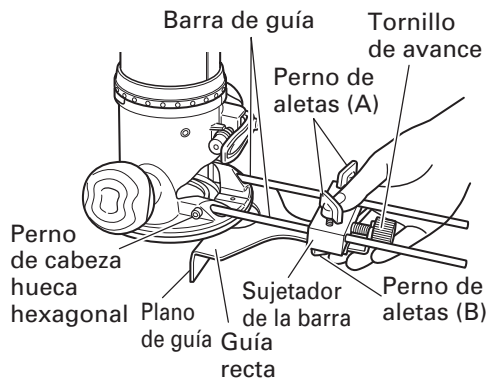

Fig. 13
① Inserte la barra de guía en el orificio del sujetador de la barra y, a continuación, apriete ligeramente los 2 pernos de aletas (A) de la parte superior de dicho sujetador.
② Inserte la barra de guía en el orificio de la base y, a continuación, apriete firmemente los 2 tornillos de cabeza hueca hexagonal (accesorios estándar).
③ Utilice el tornillo de alimentación para realizar ajustes precisos de las dimensiones entre la broca y la superficie de la guía y, a continuación, apriete firmemente los 2 pernos de aletas (A) de la parte superior del sujetador de la barra y el perno de aletas (B) de fijación de la guía recta. (Fig. 13)